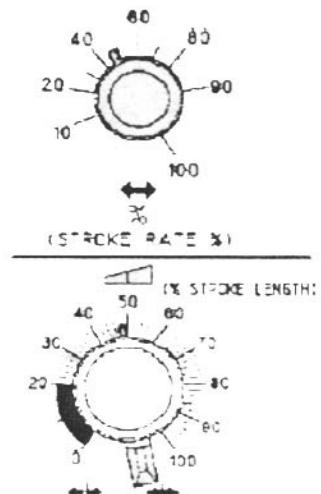

图 10
- 如图 10，即使泵在工作中也可使用频率调节键设定冲程频率。